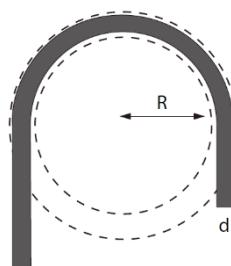

图 8 最小弯曲半径
- 在组件布线时，请始终注意最小弯曲半径（见图 8）。最小弯曲半径是电缆可弯曲的允许曲率。根据电缆类型的不同，必须应用特定的系数（电缆乘数）。对于我们的直流电缆，该系数为 4；